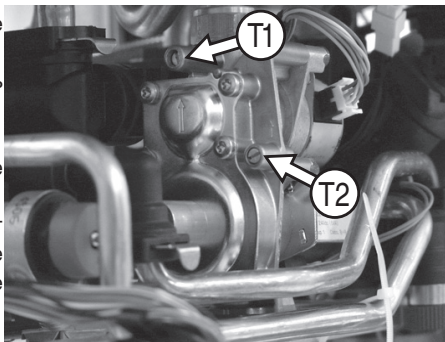

Рис. 18
- Ослабьте винт на входном измерительном месте (T2) газового клапана (рис. 18).
- Ослабьте измерительное место (Т1 / рис. 18) для измерения давления газа на горелке.